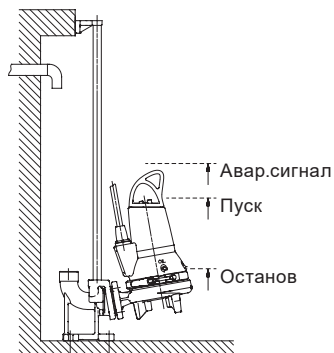

Рис. 7 Уровни пуска и остановка насоса
**«Сухой» ход насоса запрещен. Дополнительное реле уровня должно устанавливаться для того, чтобы обеспечить остановку насоса в случае отказа реле отключения насоса. См. рис. 7. Насос должен быть отключен, если уровень жидкости дойдет до верхнего края хомута насоса. Поплавковые выключатели, применяемые в потенциально взрывоопасной среде, должны иметь допуск на эксплуатацию в таких условиях. Они должны подключаться к шкафам управления Grundfos LC или DC через устройство взрывозащиты, чтобы обеспечить безопасность цепи.**